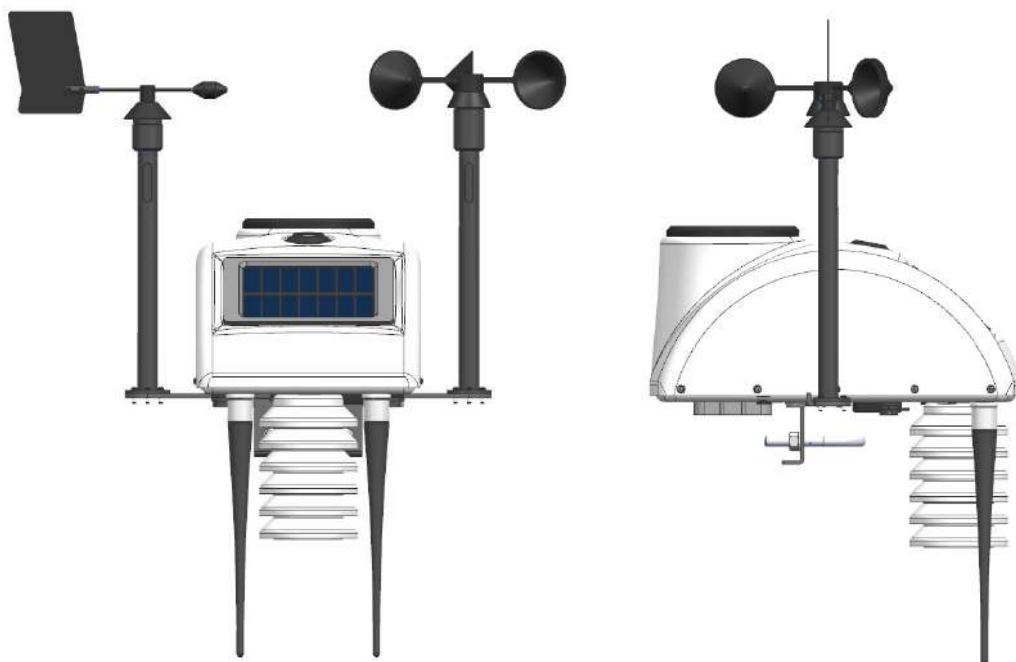

Рисунок 1 – Внешний вид метеостанции СОКОЛ-М1
2.7 Внешний вид метеостанции СОКОЛ-М1 приведен на рис. 1.